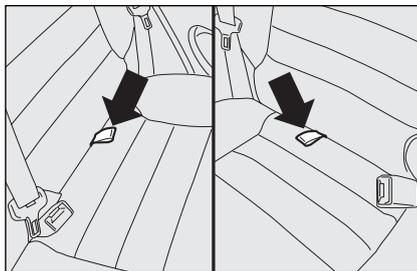

fig. 96
- en tirant la poignée placée au centre du coussin **fig. 96**, rabattre le coussin souhaité;